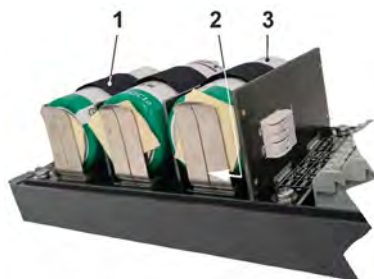

Fig. 25-1 Emplacement de la carte SIM (ici : dans boîtier S – version spéciale)
2. Détacher le ruban à œillet (Fig. 25-1, pos. 1) et retirer la pile (Fig. 25-1, pos. 3) du porte-piles au niveau du séparateur conformément au chap. « 48.1 Remplacement des piles ».
L'emplacement de la carte SIM (Fig. 25-1, pos. 2) est accessible.